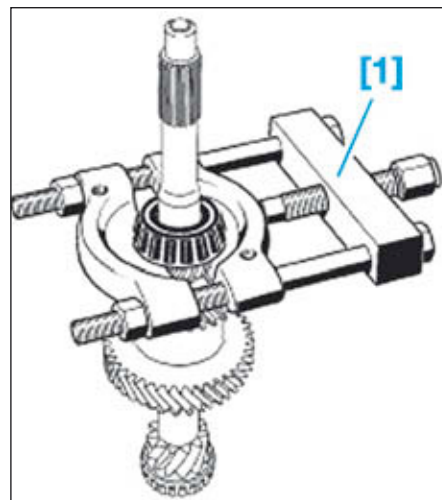

FIG.23
- Déposer les roulements à l'aide d'un décolleur et d'une presse d'atelier (Fig.23).